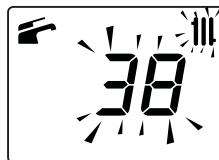

Рисунок 2.7
- установленное значение температуры воды для отопления и символ  мигают; фон дисплея освещен (Рисунок 2.7).
- установленное значение температуры воды в системе горячего водоснабжения и символ  мигают; фон дисплея освещен (Рисунок 2.7).